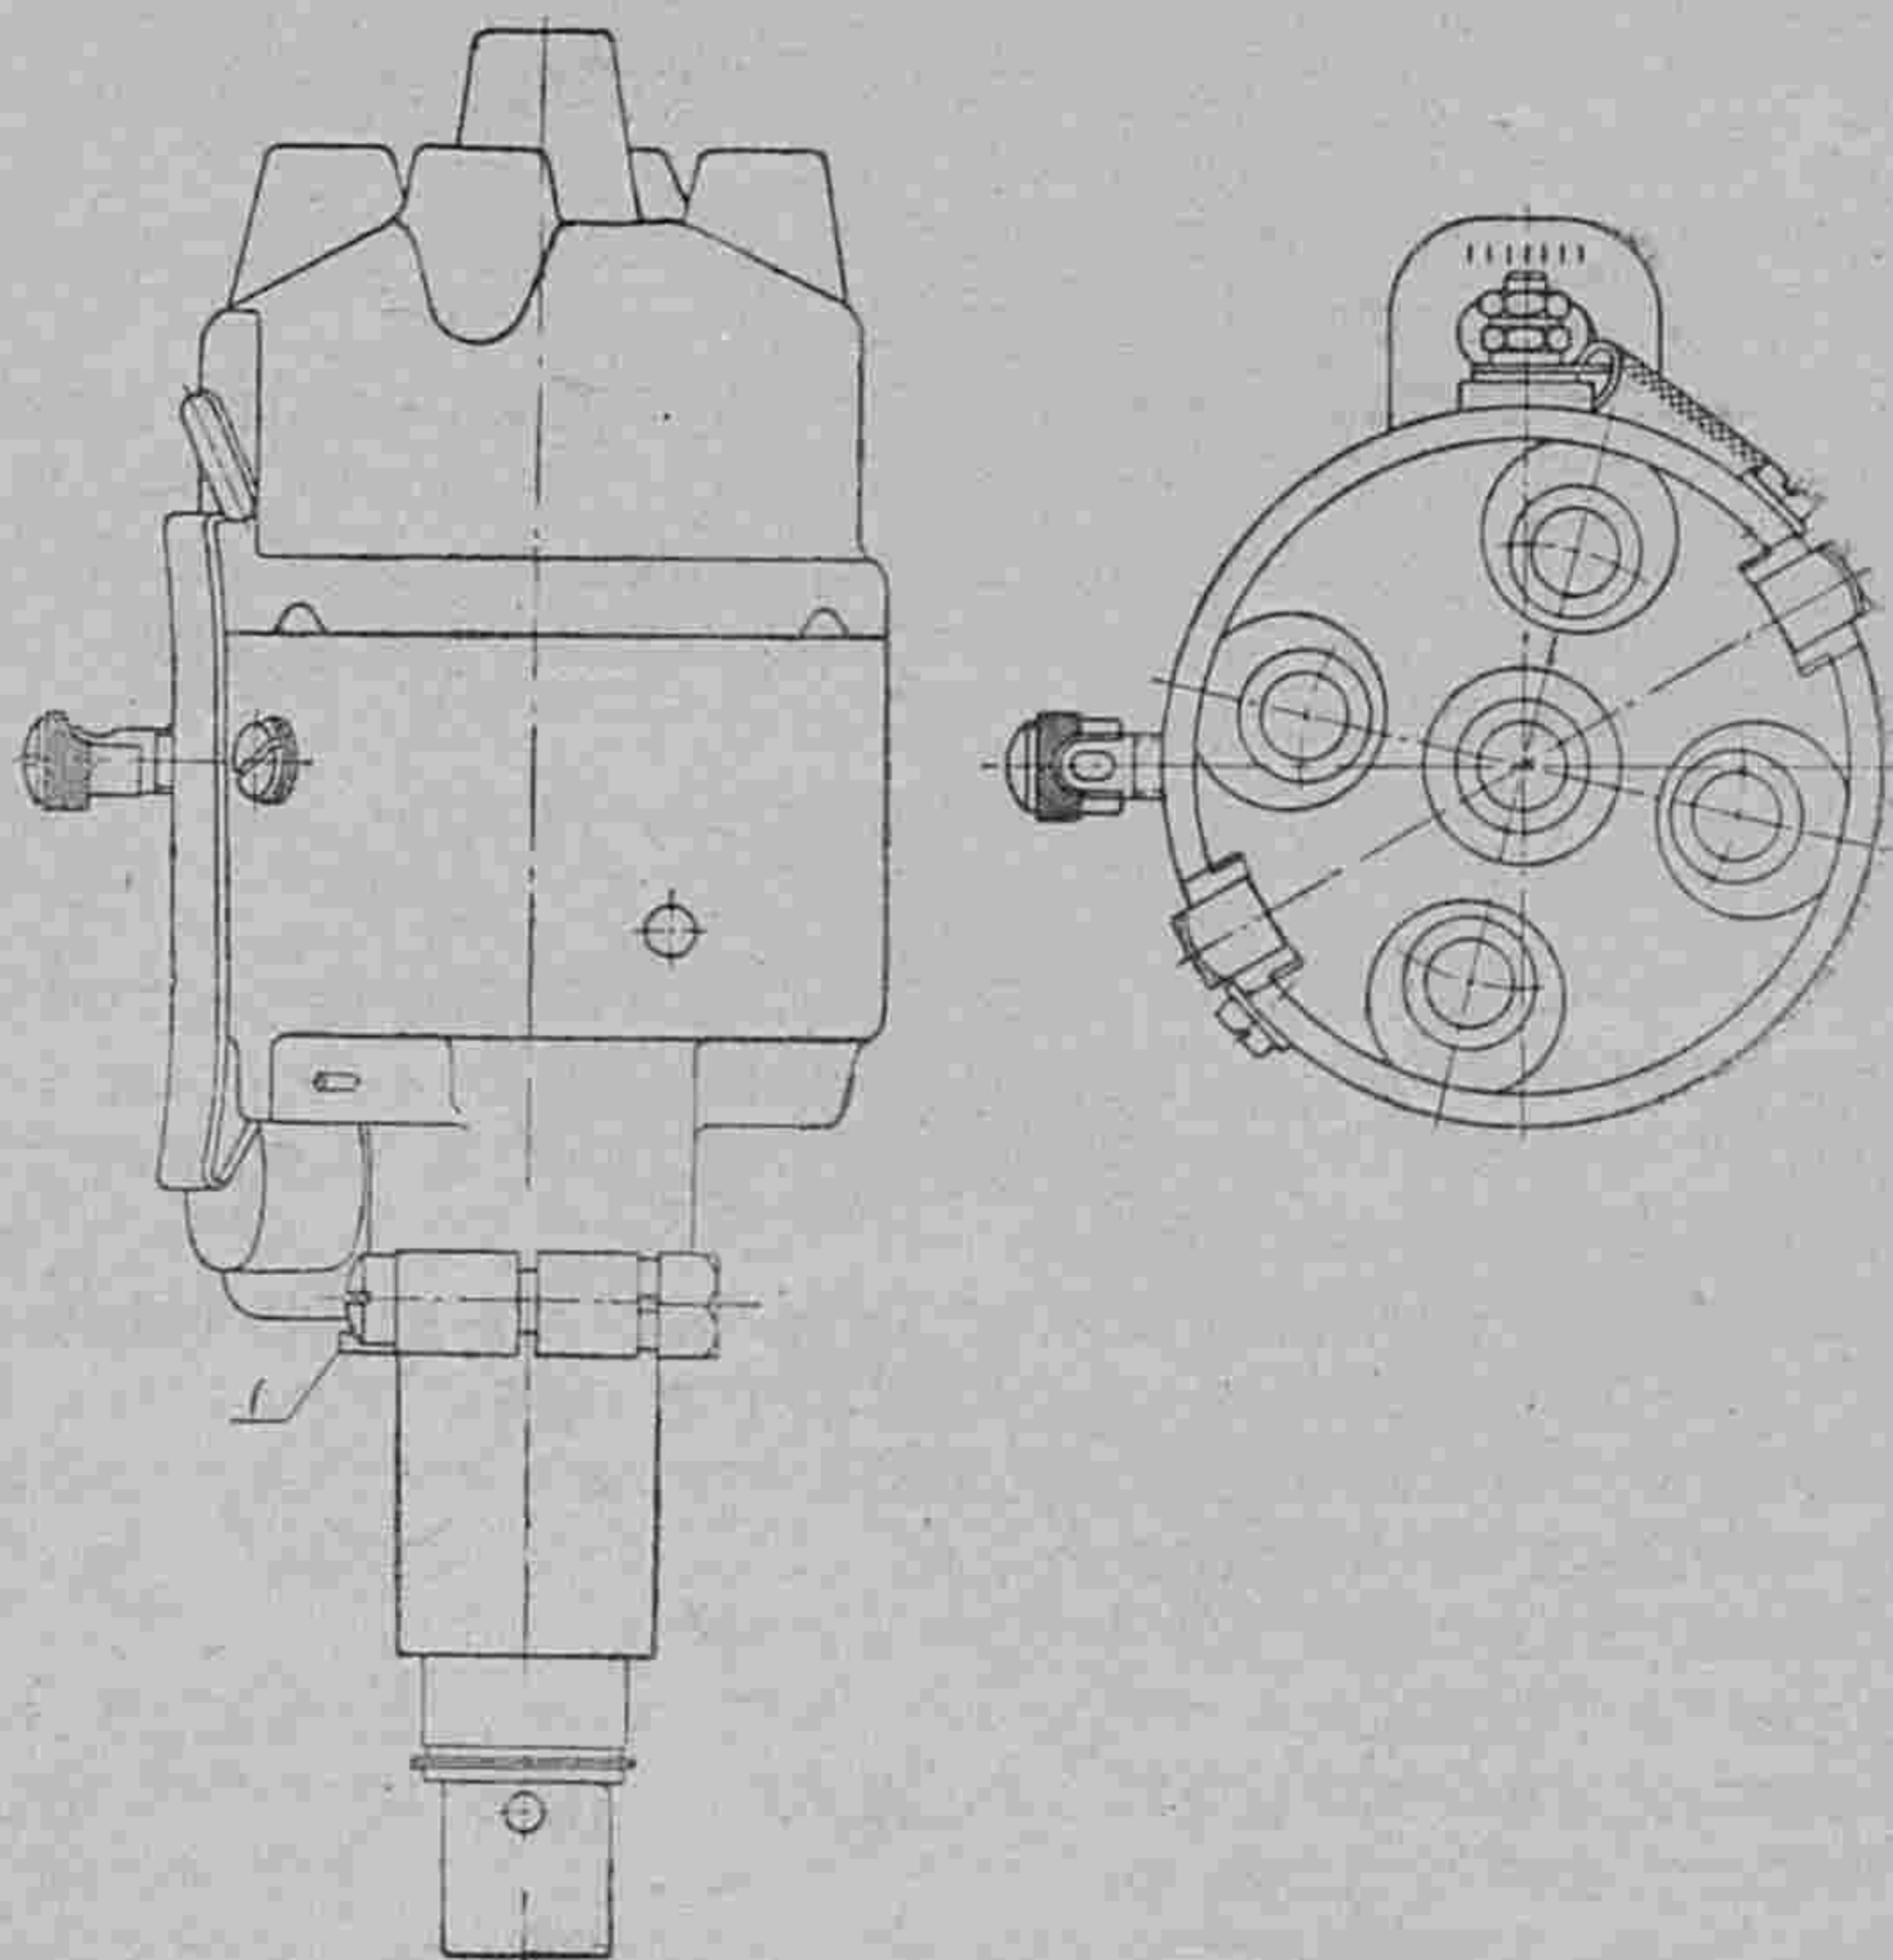

Рис. 14. Распределитель:
Распределитель-прерыватель (рис. 14) имеет автоматический регулятор опережения. Центробежный автомат регулятора установлен на валике распределителя, внутри корпуса распределителя, создает добавочное опережение, в зависимости от числа оборотов двигателя. **Никогда не следует извлекать центробежный автомат, во избежание нарушения его регулировки.**
2. Отпустить затяжной винт (1) (рис. 14 и 16) установочной скобы распределителя.
3. Закрепить винтом (2) установочную скобу к двигателю так, чтобы головка винта находилась по середине прорези установочной скобы.